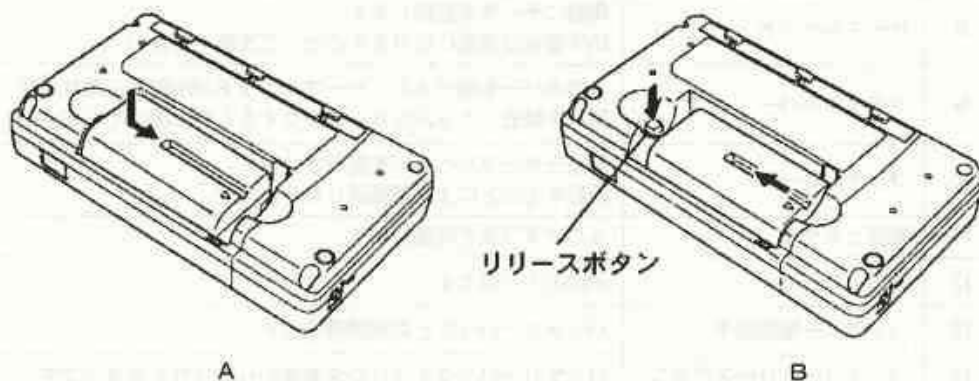

図4-2 バッテリーパックの接続
(1) バッテリーパックの取り付け方(図4-2 A参照)
(2) バッテリーパックの取り外し法(図4-2 B参照)